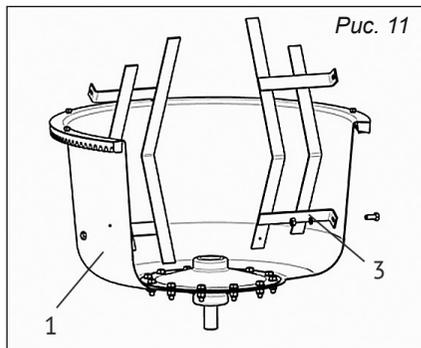

Рис. 11
6.7. Крепление лопаток к верхней половине бака (рис. 11)